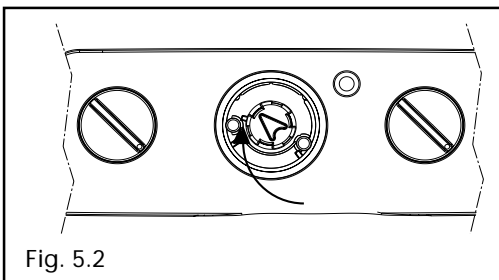

Fig. 5.2
- ruotare la manopola in senso orario fino a giungere a fine corsa, funzione "spazzacamino" (fig. 5.2).